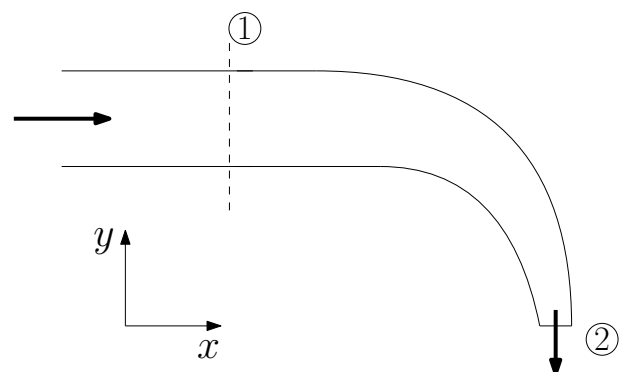

Figura 11: Cotovelo.
**Exercício 11.** Água escoam em regime permanente através do cotovelo de  $90^\circ$  mostrado na figura 11. Na entrada do cotovelo, em 1, a pressão manométrica é  $120\text{ kPa}$  e a área da seção transversal é  $0,01\text{ m}^2$ . Na saída, a área da seção transversal é  $0,0025\text{ m}^2$  e a velocidade média é  $16\text{ m/s}$ . O cotovelo descarrega para a atmosfera. Determine a força necessária para manter o cotovelo no lugar. **Resposta:  $\vec{F} = (-1,36\hat{i} - 0,64\hat{j})\text{ kN}$ .**